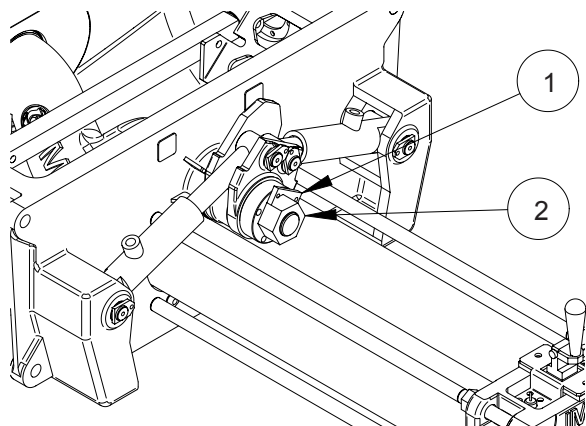

Fig. 30
- Enlever la bride de blocage (Fig. 30 Rep. 1) ; puis visser l'écrou de réglage (Fig. 30 Rep. 2) pour rattraper le jeu.
- Remonter la bride de blocage de l'écrou (Fig. 30 Rep. 1) ainsi que les vis correspondantes.